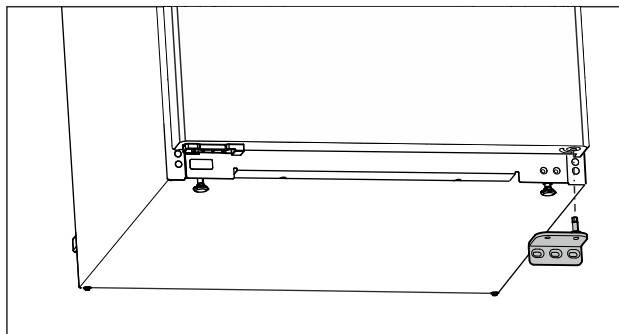

Fig. 15
- Ta av lagerbock neråt. (se Fig. 15)